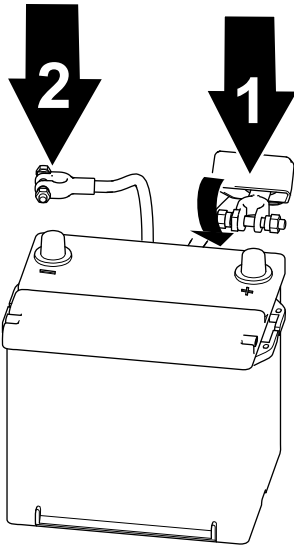

Figura 58
1. Collegate il cavo positivo alla batteria, quindi serrate il dado di fissaggio della batteria (Figura 58).
2. Collegate il cavo negativo alla batteria, quindi serrate il dado di fissaggio della batteria (Figura 58).